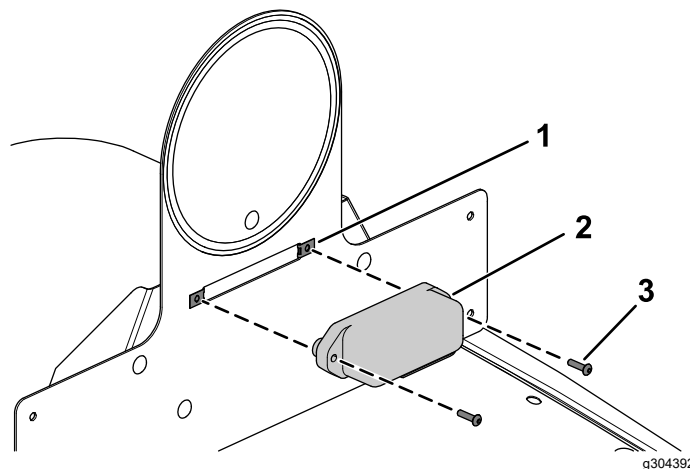

Bild 39
11. Schließen Sie den Kabelbaum an der Kennzeichenbeleuchtung an (Bild 39).
12. Befestigen Sie die Kennzeichenbeleuchtung mit den beiden in Bild 26 angebrachten Blechmuttern und zwei Halbrundschräuben (Nr. 10 x $\frac{3}{4}$ ") an der montierten Halterung der Geschwindigkeitsplatte an, wie in Bild 39 dargestellt.